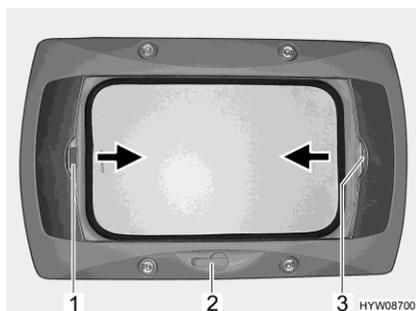

Fig. 54 Lanterneau à manivelle
- Tourner la manivelle (Fig. 54,2) jusqu'à ressentir une résistance.
- Tirer la poignée du dispositif occultant plissé (Fig. 54,3) dans le sens de la flèche et le relâcher lorsqu'il a atteint la position voulue. Le dispositif occultant plissé reste alors à cette position.
- Tirer sur la poignée (Fig. 54,1) de la moustiquaire dans le sens de la flèche jusqu'à toucher la poignée du dispositif occultant plissé (Fig. 54,3) située vis-à-vis et la faire s'enclencher.
- Appuyer sur la poignée de la moustiquaire (Fig. 54,1) vers l'arrière et le haut et décrocher la moustiquaire du dispositif occultant plissé (Fig. 54,3).